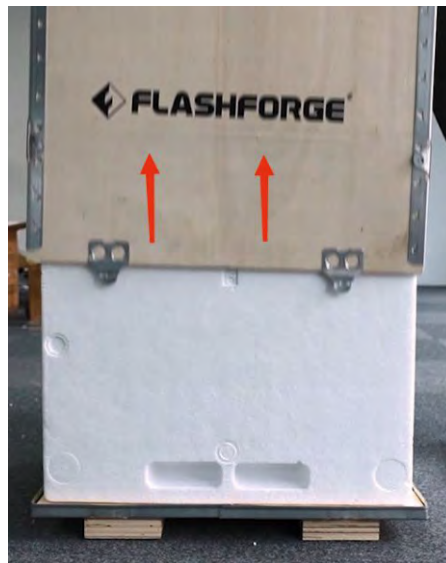

図4
3. 図4のように、両側の取っ手を持ち、木製ケースを持ち上げます。